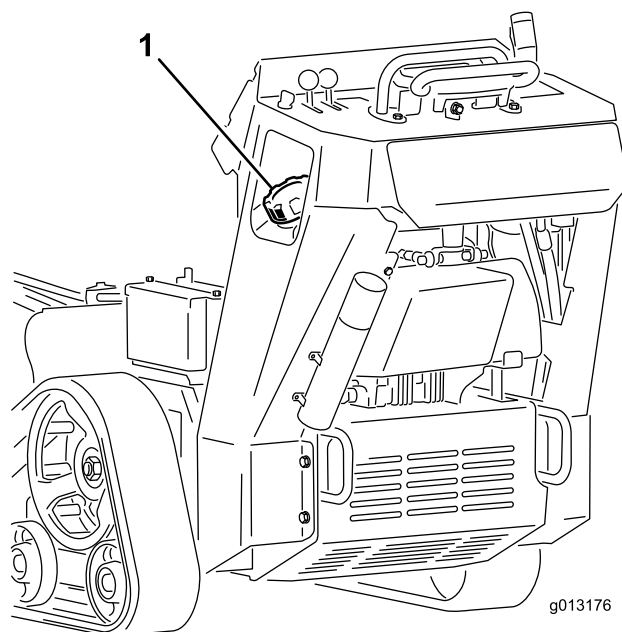

Figura 16
3. Curățați în jurul capacului rezervorului de combustibil și îndepărtați-l (Figura 16).